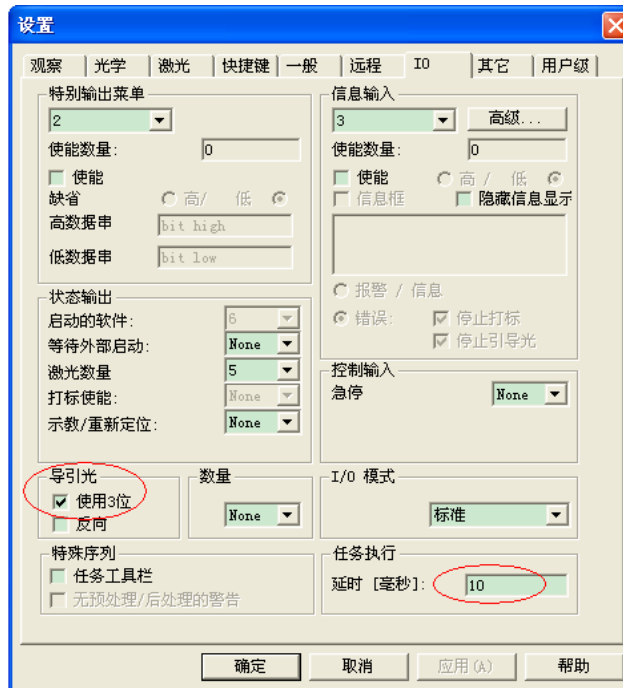

图 21
①在 “导引光” 勾选框勾选 “使用 3 位”, 在 “任务执行” 输入延时务必要大于或等于 “10” 毫秒, 如图 21 :